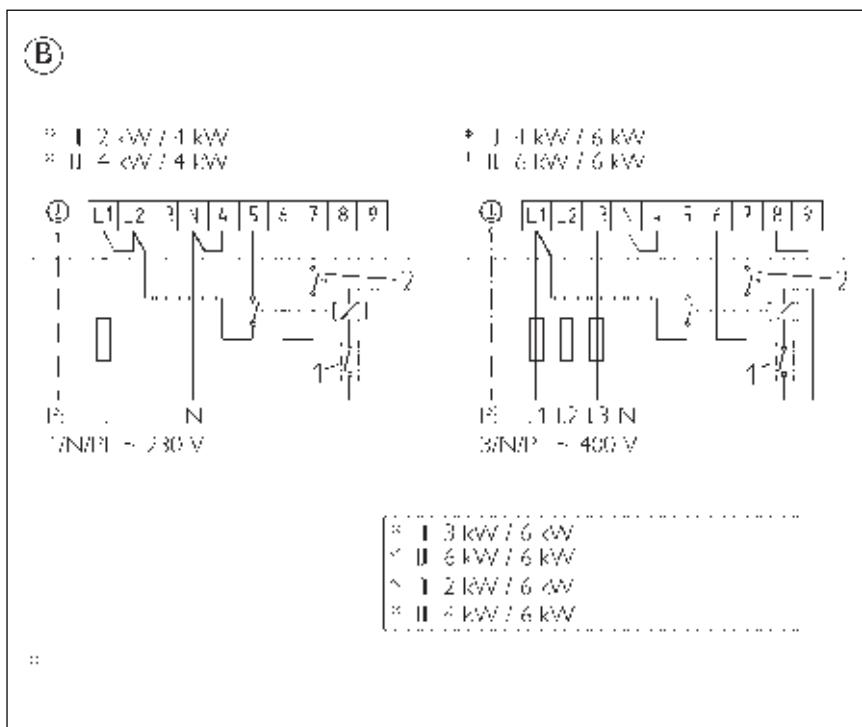

Рис. 8
- Присоединить защитный провод, прибор подключить согласно примерам подключения (рис. 8 или 9). Щит с данными обозначить наклейкой, находящейся на крышке распределительного устройства.
В Измерение одним счетчиком (рис. 8)